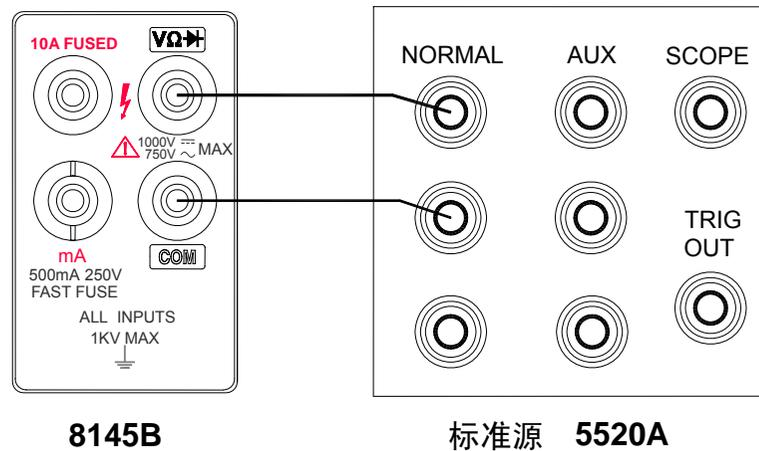

图 5—1
- (1) 打开电源，同时按下 **DCA** 键，**dBm** 键和  键仪表进入校准状态，LCD 在左上角显示 ‘**CAL**’ 标志（此标志在所有功能校准过程中一直存在），同时仪表默认进入 300mV 的直流电压校准功能。
- (2) 让标准设备处于 ‘STBY’ 状态，按图 5—1 连接被测表和标准设备。
- (3) 设置标准设备的输出为 300mV，按下 **OPR** 键送输出给被测仪表。
- (4) 按 8145B 的 **SHIFT** 键，进行相应量程的直流电压校准，LCD 主显显示相应的校准点。